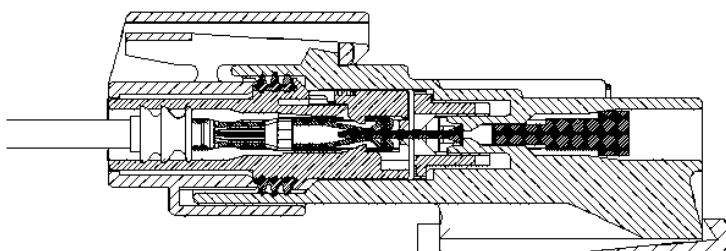

Figure 6
2. Insérer le connecteur dans la contre-partie (translation, en poussant sur les boîtiers et non sur les fils). L'accouplement est effectif quand les ergots de verrouillage sont actifs comme indiqué Figure 6.